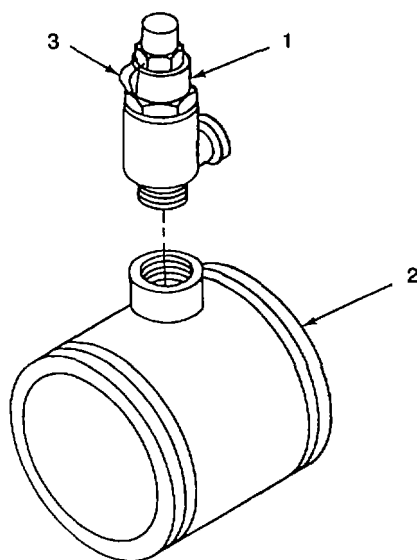

Figure 4-1. Pressure-Relief Valve
a. **DISASSEMBLE** (Figure 4-1).